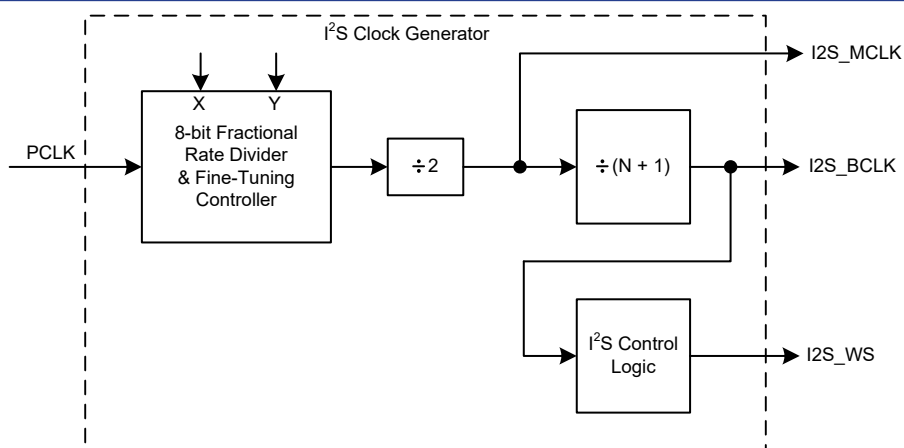

图 196. I2S 时钟发生器方框图
I2S 的主时钟 (I2S\_MCLK) 和位时钟 (I2S\_BCLK) 由 I2SCDR 寄存器里的相关值决定。I2S 位时钟频率设置决定于所需的音频采样频率、所用的数据格式 (立体声或单声道) 以及数据大小。主时钟频率 (I2S\_MCLK) 产生需要使用一个小数时钟分频器, 此分频器将 I2S PCLK 频率进行分频。合理设置分子 (X) 和分母 (Y) 的值从而产生一个主时钟 (I2S\_MCLK) 两倍的频率值。分频器的输出频率除以 2 从而使输出时钟占空比更均匀。I2S 时钟发生器方框图如图 196 所示。小数频率分频器公式如下: